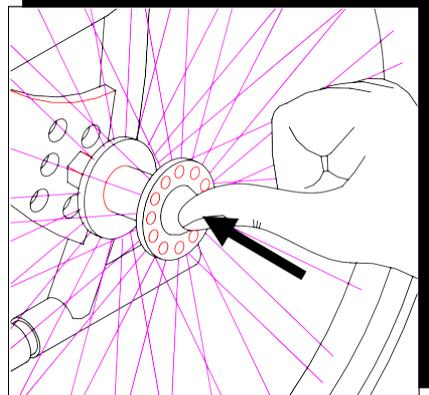

Abb. 1
- Drücken Sie den Knopf in der Mitte der Nabe (Abb. 1);